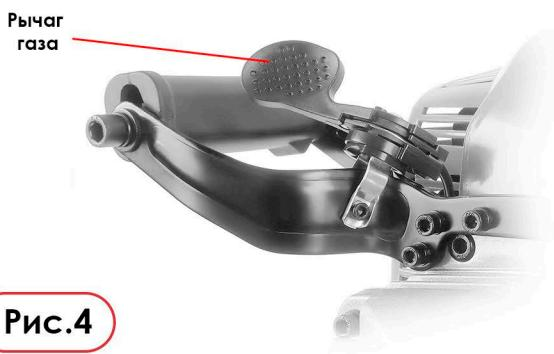

Рис.4
3. Установите рычаг газа на $1\frac{1}{2}$ от полного хода (Рис. 4).